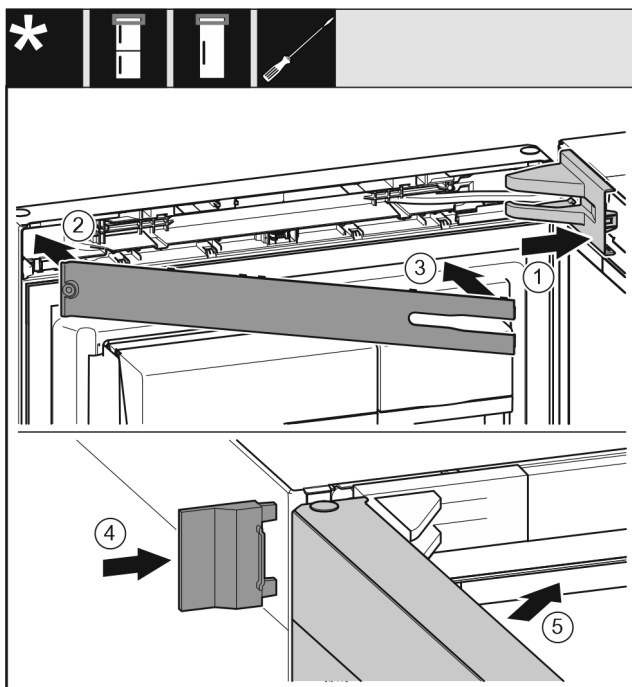

Fig. 22
- Coloque y encaje la cubierta del soporte de cojinete; dado el caso, separe con cuidado. Fig. 22 (1)
- Coloque el panel. Fig. 22 (2)
- Gire hacia dentro y encaje el panel. Fig. 22 (3)
- Desplace la cubierta exterior. Fig. 22 (4)
- Cierre la puerta superior. Fig. 22 (5)